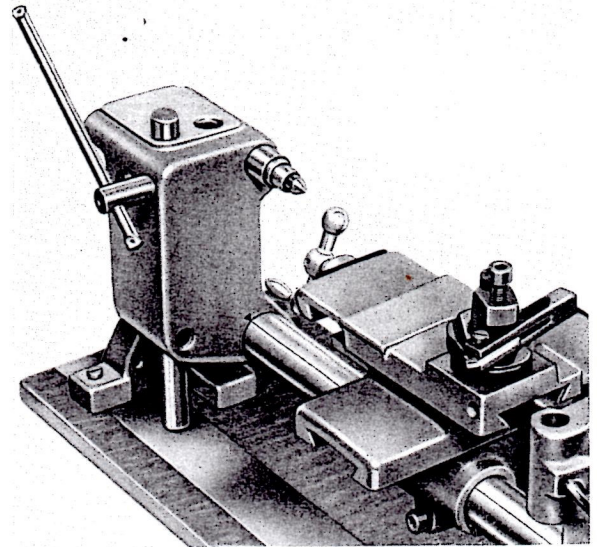

Bild 134 Justieren des Reitstocks
2. Justieren des Reitstocks (Bild 134, Seite 85)
Einen zylindrischen Bolzen mit 16 mm Durchmesser, etwa 200 mm lang, der unten ballig geformt ist, durch die senkrechte Bohrung des Reitstocks stecken, auf der Unterlage aufsitzen lassen und mit einer Zylinderkopfschraube $M 6 \times 15$ festziehen (Bild 134).